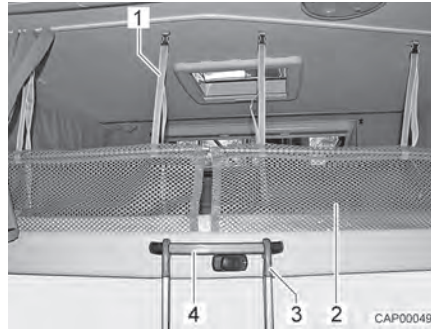

Fig. 77 Escalera de ascenso y red de seguridad
- Enganchar la escalera de ascenso (Fig. 77,3) con las dos horquillas en el asidero (Fig. 77,4) de la cama elevada.
Las redes de seguridad (Fig. 77,2) con los cinturones de sujeción están guardadas debajo del colchón. Extender las redes de seguridad apenas cuando las personas ya se encuentren en la cama elevada.
- Engatillar los cinturones de sujeción (Fig. 77,1) en los soportes en el techo.